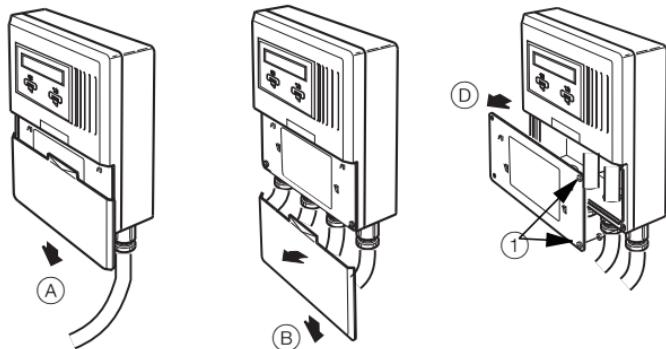

Рис. 3.1 Снятие крышек с прибора MagMaster
1. Выключите питание MagMaster и снимите крышки – см. Рис. 3.1.